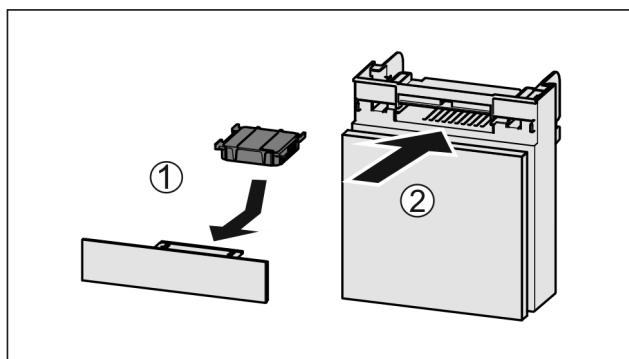

Fig. 95
- Aktivni ogleni filter vstavite Fig. 95 (1) skladno s prikazom na sliki.
- Predal potisnite noter Fig. 95 (2).